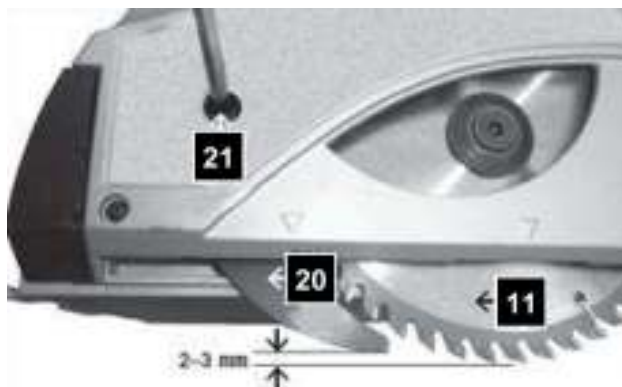

Рис. 8
При заглаблении пильного диска (поз. 11, Рис. 8) расклинитель (поз. 20, Рис. 8) заглабляется вместе с ним. При максимальном заглаблении пильного диска край расклинителя должен не доходить до края диска 2-3 мм (Рис. 8).
- ослабить винт крепления расклинителя (поз. 21, Рис. 8)
- зафиксировать расклинитель винтом (поз. 21, Рис. 8)